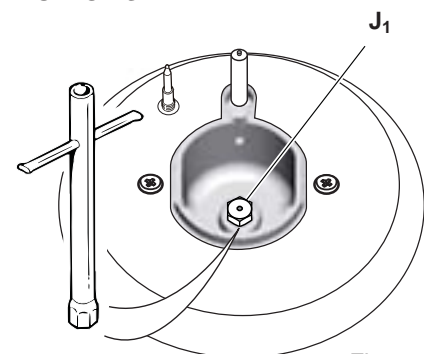

Fig. 2.11
- En vous servant d'une clef, remplacez les busettes "J1", "J2" et "J3" (fig. 2.11, 2.12) avec celles les plus appropriées pour le type de gaz à utiliser.